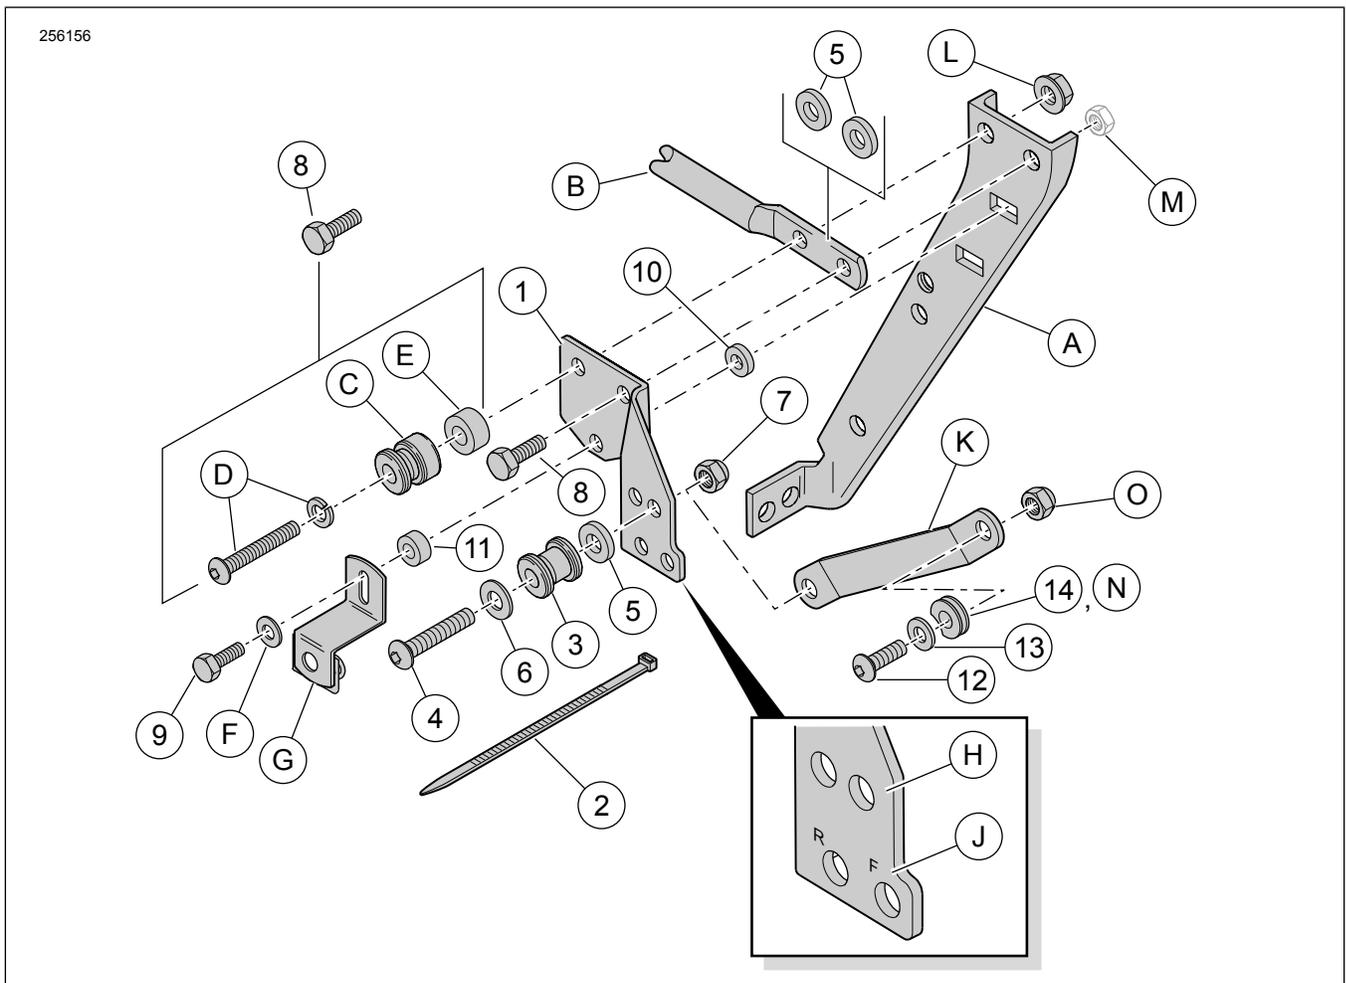
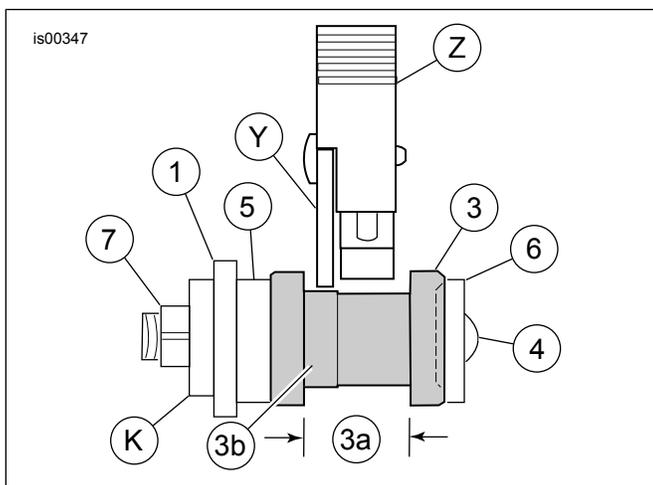

Figure 1. Contenu du kit : Kit d'ancrage avant installé seul
Figure 7. Alignement correct du verrou dans le point d'ancrage
Consultez Figure 1 . Les supports de fixation de points d'ancrage avant (1) sont spécifiques au côté. Les lettres estampées près des trous inférieurs doivent être orientées vers l'extérieur pour identifier les positions avant (F) et arrière (R).
2. Sans kit d'ancrage arrière : voir Figure 1 . Installer le support de fixation de la façon suivante :
- Installer une vis longue de 5/16-18 x 1 po (25 mm) (8) dans les deux trous supérieurs.
- Installer une entretoise de 1/8 po (3,2 mm) d'épaisseur (5) sur chaque vis, entre le support (1) et le Équipement d'origine (OE) support de sacoche (A).
3. Avec kit d'ancrage arrière : voir Figure 1 . Installer le support de fixation de la façon suivante :
- Installer une longue vis de 5/16-18 x 1 po (25 mm) (8) du kit d'ancrage avant (53803-06) dans le trou supérieur avant du support (1), et à travers l'avant du support (B) à partir du kit d'ancrage arrière (53804-06), placée entre le support de fixation (1) et le support de sacoche d'origine (A).
- Installer une longue vis de 5/16-18 x 2-1/4 po (57 mm) et une rondelle frein (D), un point d'ancrage (C) et une entretoise (E) de 0,386 po (9,8 mm) d'épaisseur du kit d'ancrage arrière (53804-06) dans le trou supérieur arrière du support (B) du kit d'ancrage arrière (53804-06), placée entre le support de fixation (1) et le support de sacoche d'origine (A).
4. Consultez Figure 1 et Tableau 2 . Installer la fixation de sacoche arrière.
- Insérer une vis 1/4-20 (article 9, de longueur 1 po ou 7/8 po selon le modèle) à travers la rondelle (F) et la fente du support de fixation de sacoche (G).
- Pour les modèles FLHR, FLHT ou FLTR :** insérer les filets à travers le trou inférieur du support de fixation (1), directement sous les vis déjà installées.
- Pour les modèles FLHRC ou FLHRS :** placer une entretoise de 9/16 po (14,3 mm) d'épaisseur (11) sur les filetages de vis, et insérer les filets à travers le trou inférieur du support de fixation (1), directement sous les vis installées précédemment.
- Placer une entretoise de 1/8 po (3,2 mm) d'épaisseur (10) sur le filetage des vis et insérer les filets à travers le support de sacoche (A) et dans l'écrou de collier. Serrer.
7. Consultez Figure 7 et Figure 1 . Placer une rondelle (6) sur le filetage d'une vis à tête ronde (4) de ce kit.
8. Placer un point d'ancrage (3), orienté comme indiqué, sur le filetage de vis, suivi d'une entretoise (5).
- a. **Pour les modèles de 1994 à 1996** : à travers le trou le plus en arrière (H) du support de fixation (1).
- b. **Pour les modèles 1997 et ultérieurs** : à travers le trou le plus en avant (H) du support de fixation (1).
- c. Insérer le filetage des vis à travers le trou le plus large du support (kit 53805-99, article K, partie du porte-bagages ou du montant de barre Sissy) et le fixer provisoirement avec le contre-écrou (7).